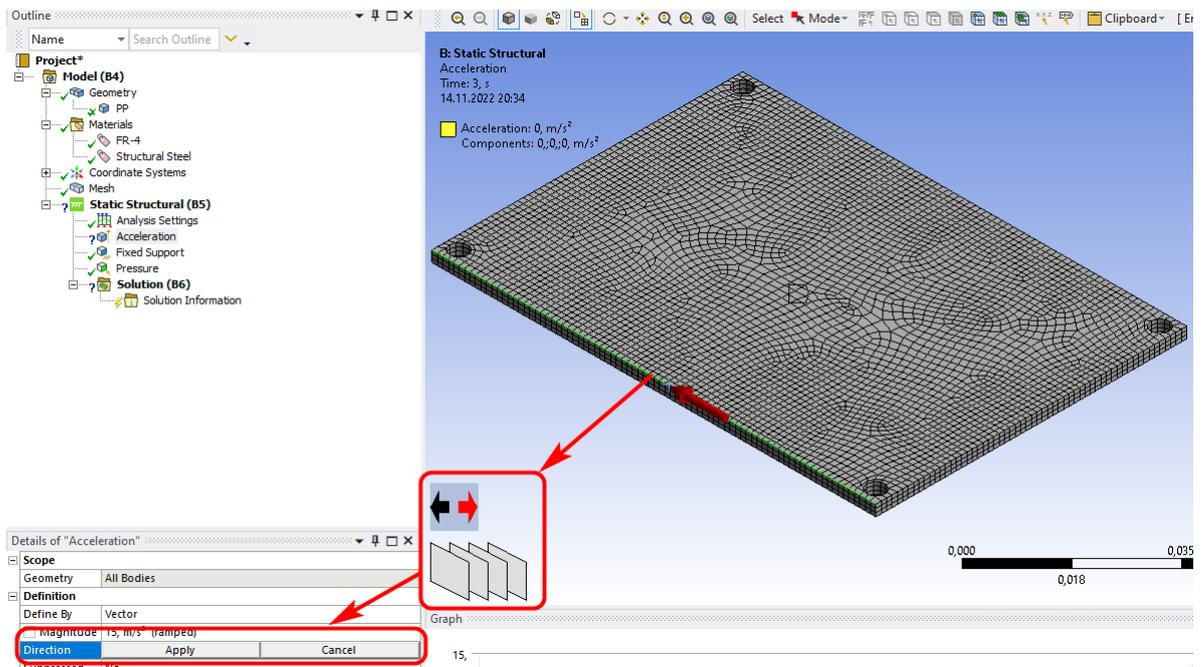

Рисунок 44 – Направление действия вектора
– вектором (Vector), в случае которого нужно задать модуль вектора (параметр Magnitude) и его направление (параметр Direction). Направление действия вектора определяется стрелками в левом нижнем углу графического окна (рисунок 44);